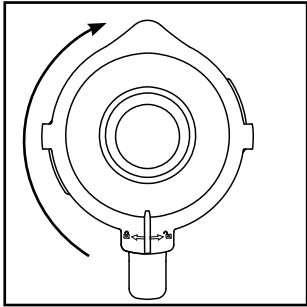

Fig. 2
- 4) Vuelva a presionar firmemente la tapa ❷ sobre el vaso ❸ en su posición desplazada. Para cerrar la tapa ❷, gírela en sentido horario hacia la posición ❸ hasta que encastre audiblemente (consulte la fig. 2). Asegúrese de que la boca del vaso ❸ quede cerrada. Solo podrá activarse el motor si la tapa ❷ está bien colocada.